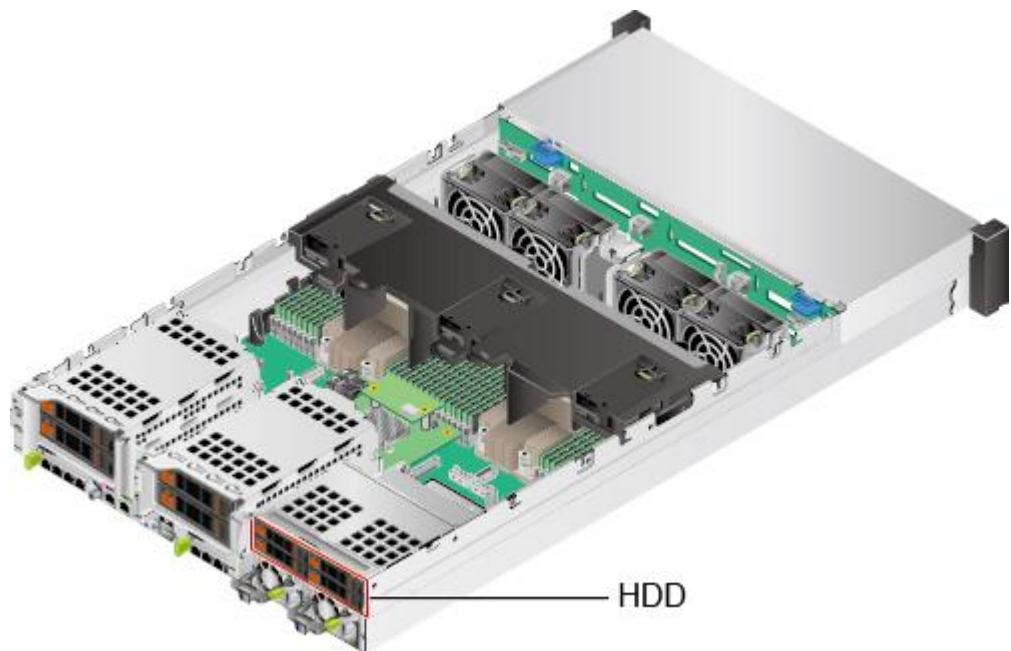

图 5-29 硬盘位置
8. 确认后置硬盘组件中硬盘的位置，如图 5-29 所示。安装硬盘组件中的所有硬盘。